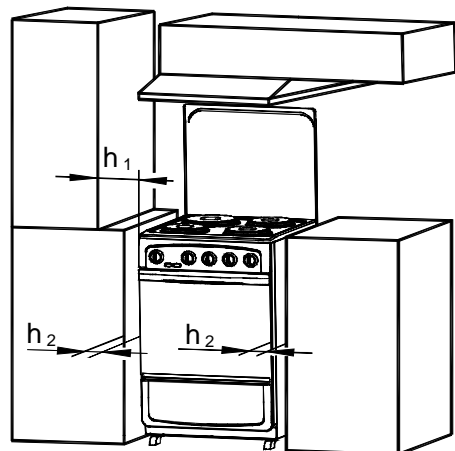

Рисунок 6 – Схема установки плиты
6.1.5 Для обеспечения безопасности, если плита устанавливается около стен или мебели со степенью горючести В, С1, С2, С3\*, необходимо при установке плиты руководствоваться схемой установки плиты, изображенной на рис. 6 и размерами, приведенными в таблице 3.